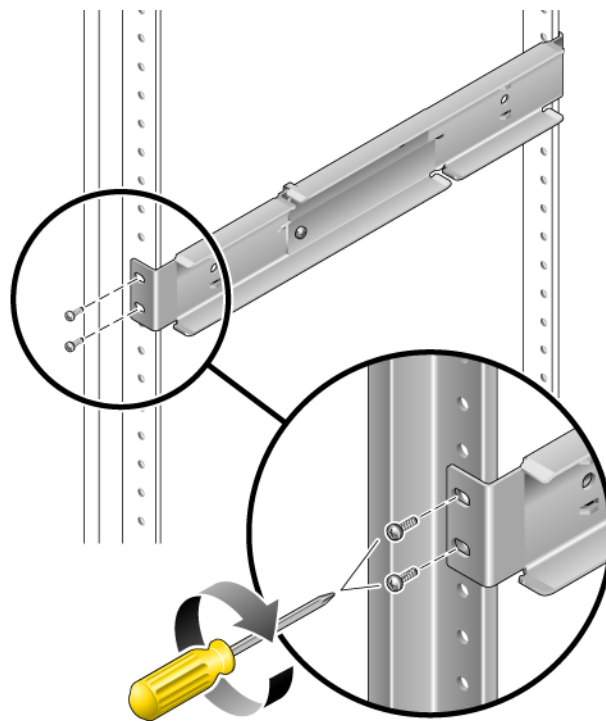

图 3-16 将可调滑轨的前部固定到机架上
3. 提起其中一个可调滑轨，并放置到机架中的所需位置。使用两颗螺丝，将滑轨的前部固定到机架上（图 3-16）。